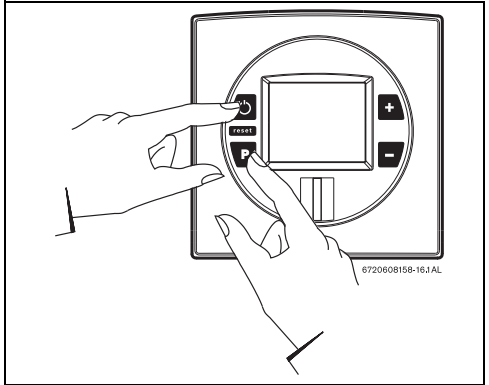

Fig. 43 Modo de ajuste del gas
- ▶ Mantener pulsada la tecla de programación y pulsar el interruptor principal ON/OFF para conectar el aparato (Fig.43).